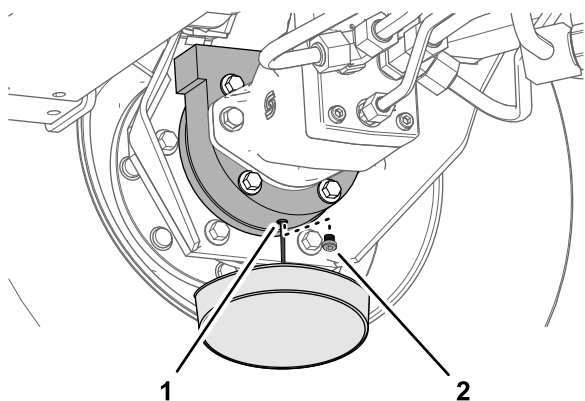

Figura 102
6. Mettete una bacinella sotto la scatola del freno, togliete il tappo di spurgo e lasciate defluire completamente l'olio (Figura 102).